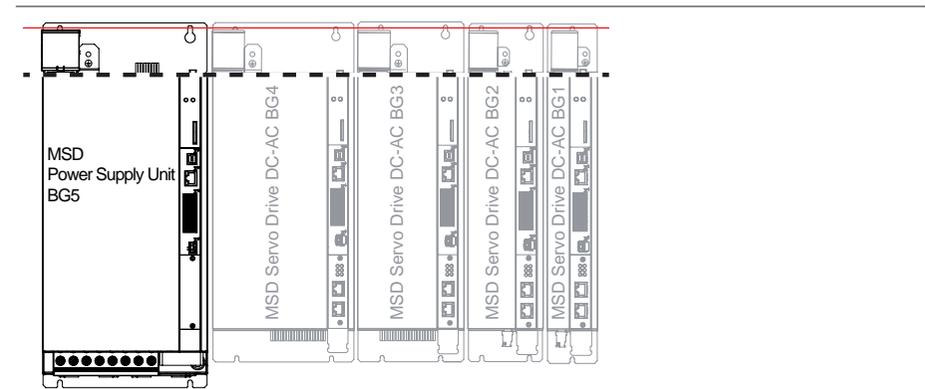

Bild 3.4 Anreihung Achsverbund Wandmontage mit Versorgungseinheit BG5
1. Richten Sie die Versorgungseinheit BG5 und alle MSD Servo Drive DC-AC auf einer Linie entlang der Geräte-Oberkante aus (siehe Linie A in Bild 3.4). Das ist notwendig, um die DC-Link Verbindungen durchführen zu können.